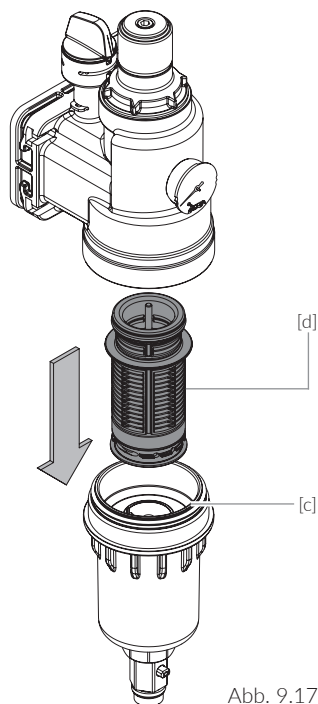

Abb. 9.17
- / Abb. 9.17: Mit der Filtertasse [c] löst sich der Kugelhahn, die Scheibe und die zylindrische Druckfeder